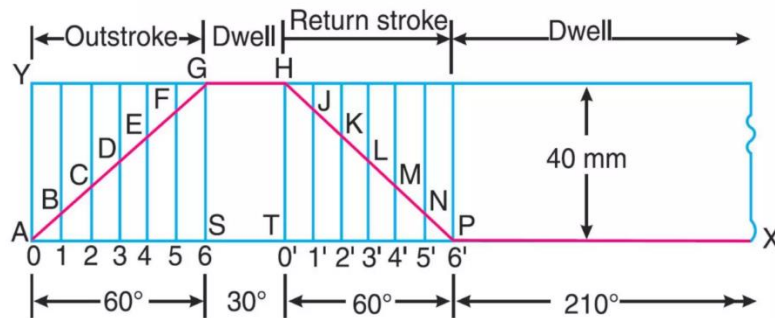

Fig 3.4.1
सर्व प्रथम, FIGURE3.4.1 मध्ये दर्शविल्याप्रमाणे, विस्थापन FIGURE खालील चर्चा केल्याप्रमाणे काढली आहे:
2. फॉलोअर (म्हणजे 40 मि.मी.) च्या स्ट्रोकच्या बरोबरीची उभी रेषा AY काढा आणि FIGURE3.4.1. मध्ये दाखवल्याप्रमाणे आयत पूर्ण करा.
5. संपूर्ण विस्थापन FIGURE AGHPX द्वारे FIGURE3.4.1 मध्ये दर्शविली आहे